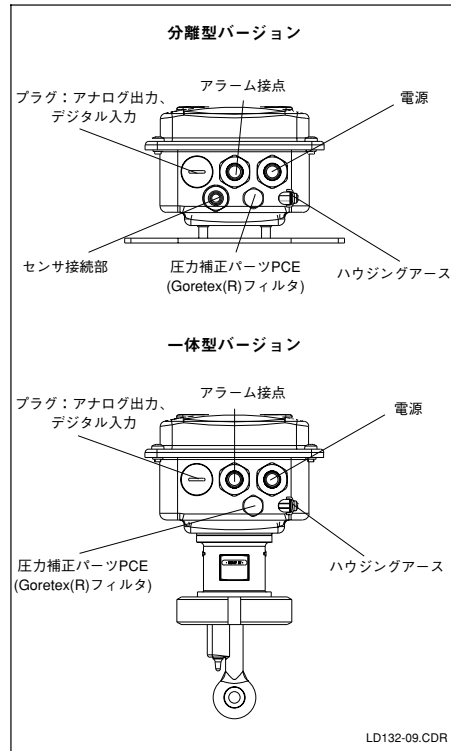

図 3.11
- ・図3.11の端子割り当てに従い、ケーブルをケーブルグラントに通してからハウジング内に通す。